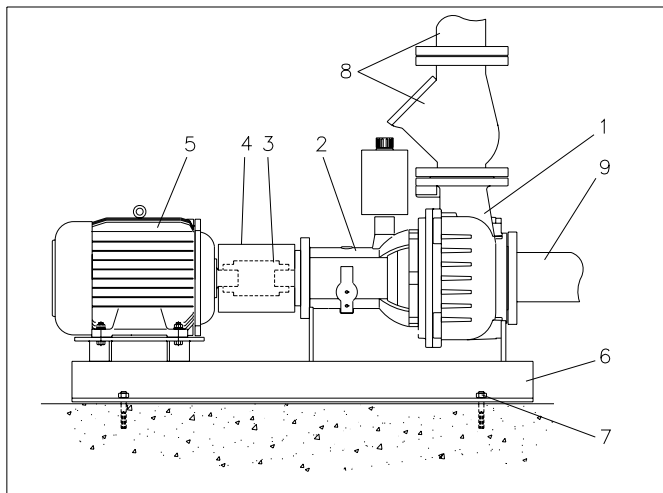

Fig. 7.1
Horizontale opstelling op grondplaat. Zie fig.7.1.
- de grondplaat wordt verankerd aan de fundatie d.m.v. de 4 bevestigingsgaten zie fig.7.1 pos.7.
Verwijder de beschermkap, zie fig.7.1 pos.4.